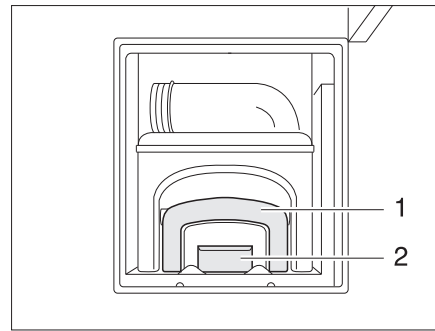

Fig. 271 Accès réservoir pour matières fécales, ouvert
- Actionner le déverrouillage (Fig. 271,2) et retirer le réservoir pour matières fécales (cassette) par la poignée (Fig. 271,1).